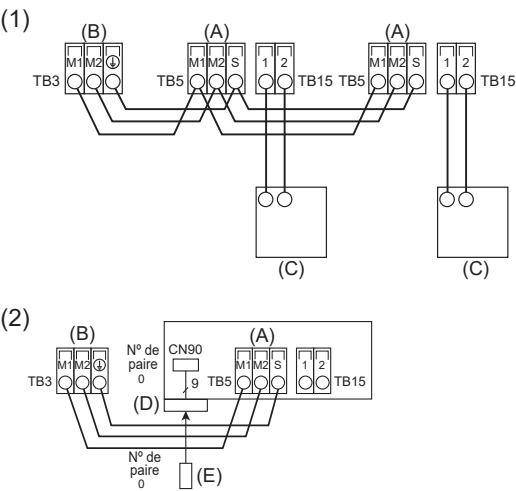

Fig. 6-5
6.3. Raccordement des câbles de télécommande et des câbles de transmission intérieur et extérieur (Fig. 6-5)